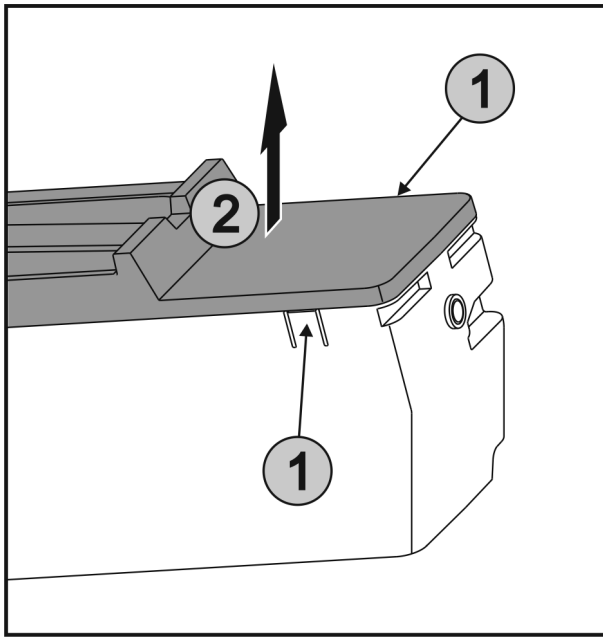

Fig. 71
- ▶ Súčasne stlačte spony Fig. 71 (1) na oboch stranách EasyTwist-Ice a odoberte kryt Fig. 71 (2) nahor.